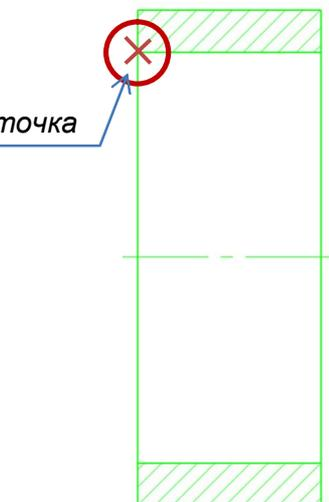

Рис. 4.23. Базовая точка для копирования изображения «Втулка»
- Замените верхнюю половину вида разрезом с помощью команды «Симметрия» (см. п. 2.1, рис. 4.23).
- Выберите команду «Копировать»  на стандартной панели. Укажите базовую точку, как показано на рис. 4.23.